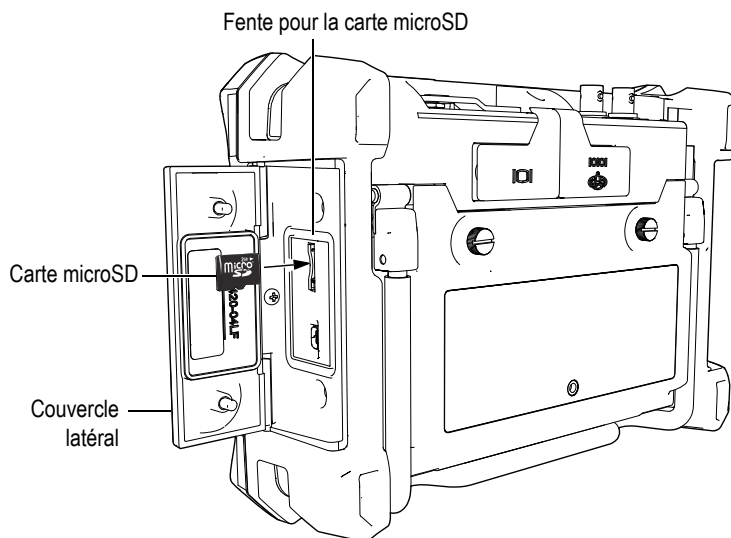

Figure 1-19 Installation de la carte microSD
2. Dévissez les deux vis imperdables, et puis ouvrez le couvercle des entrées-sorties (voir la Figure 1-19 à la page 51).